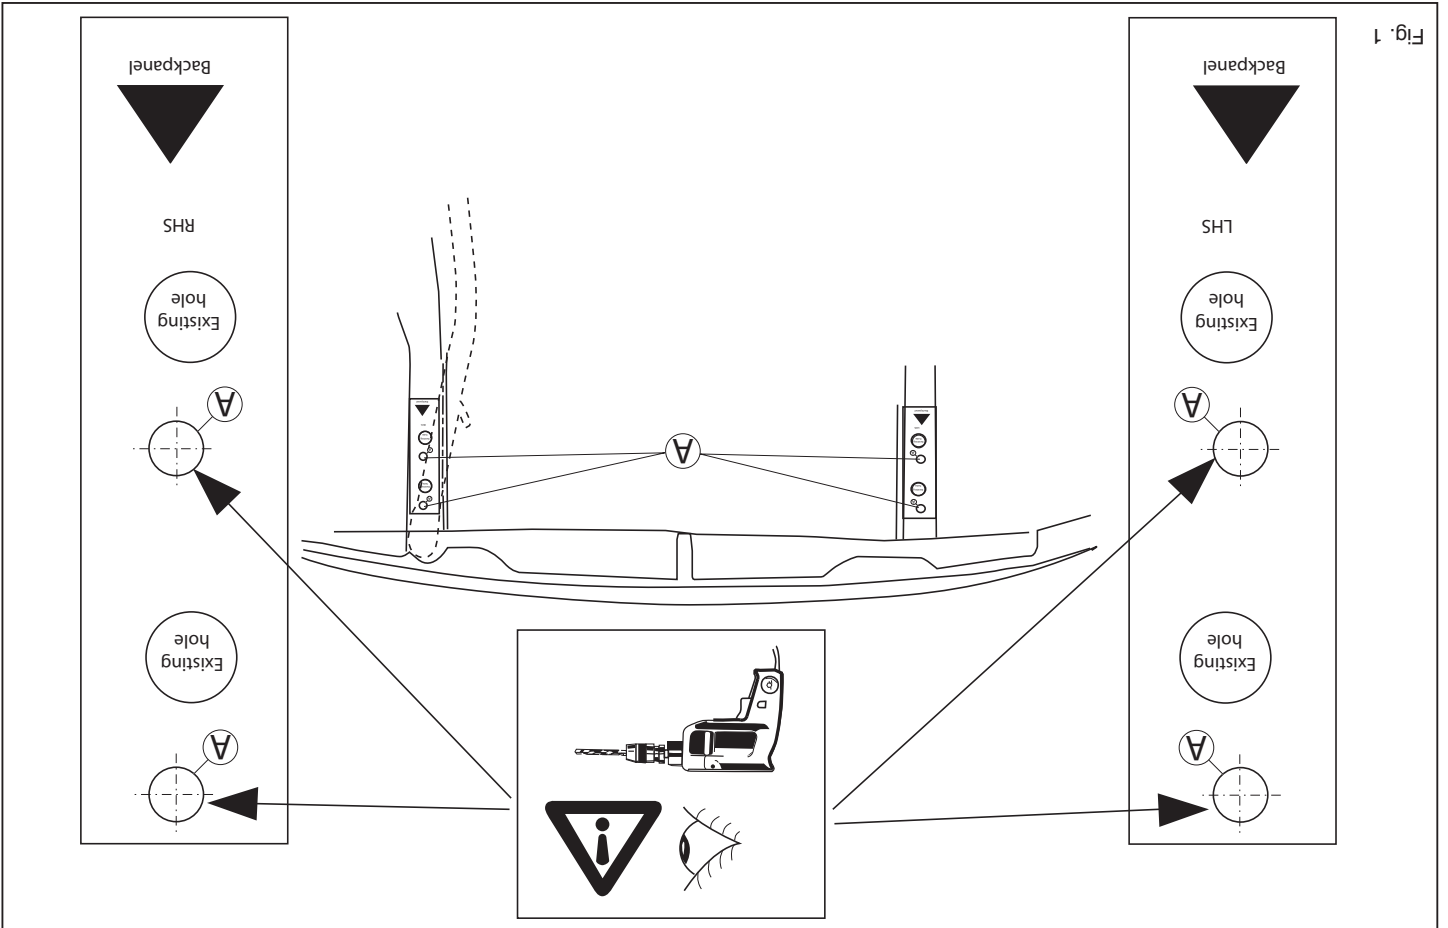

Fig. 1
2. Place the templates on the underside of the chassis beams. See figure 1.
2. Die Schablonen an der Unterseite des Langsträger anbringen. Siehe Abbildung 1.
2. Positionner les gabarit sur la partie inférieure du longerons de châssis. Voir figure 1.
2. Anbring skabelonen på undersiden af chassisvangerne. Se fig. 1.
- Umieścić szablonu od spodu podwozia. Patrz rysunek 1.
- Posizionare le sagome sotto il telaio. Vedere fig. 1.